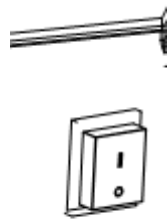

Abbildung 2
- a. Schalten Sie den Netzschalter auf Position I und überprüfen Sie, ob der Ventilator richtig läuft. (Abbildung 2)